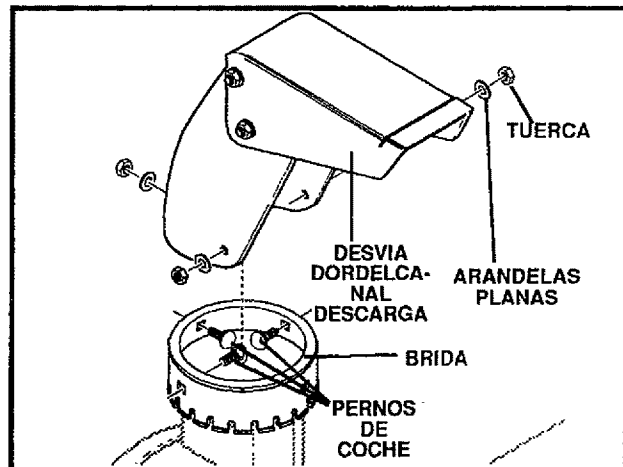

FIG. 7A
- Ponga el canal de nieve en su brida y alinee los tres agujeros en el canal de nieve con los agujeros en la brida. (Vea la FIG. 7A)
- Vuelva a colocar los pernos portadores desde la parte interior del canal tal como se muestra en la FIG. 7A, las arandelas, y las tuercas.